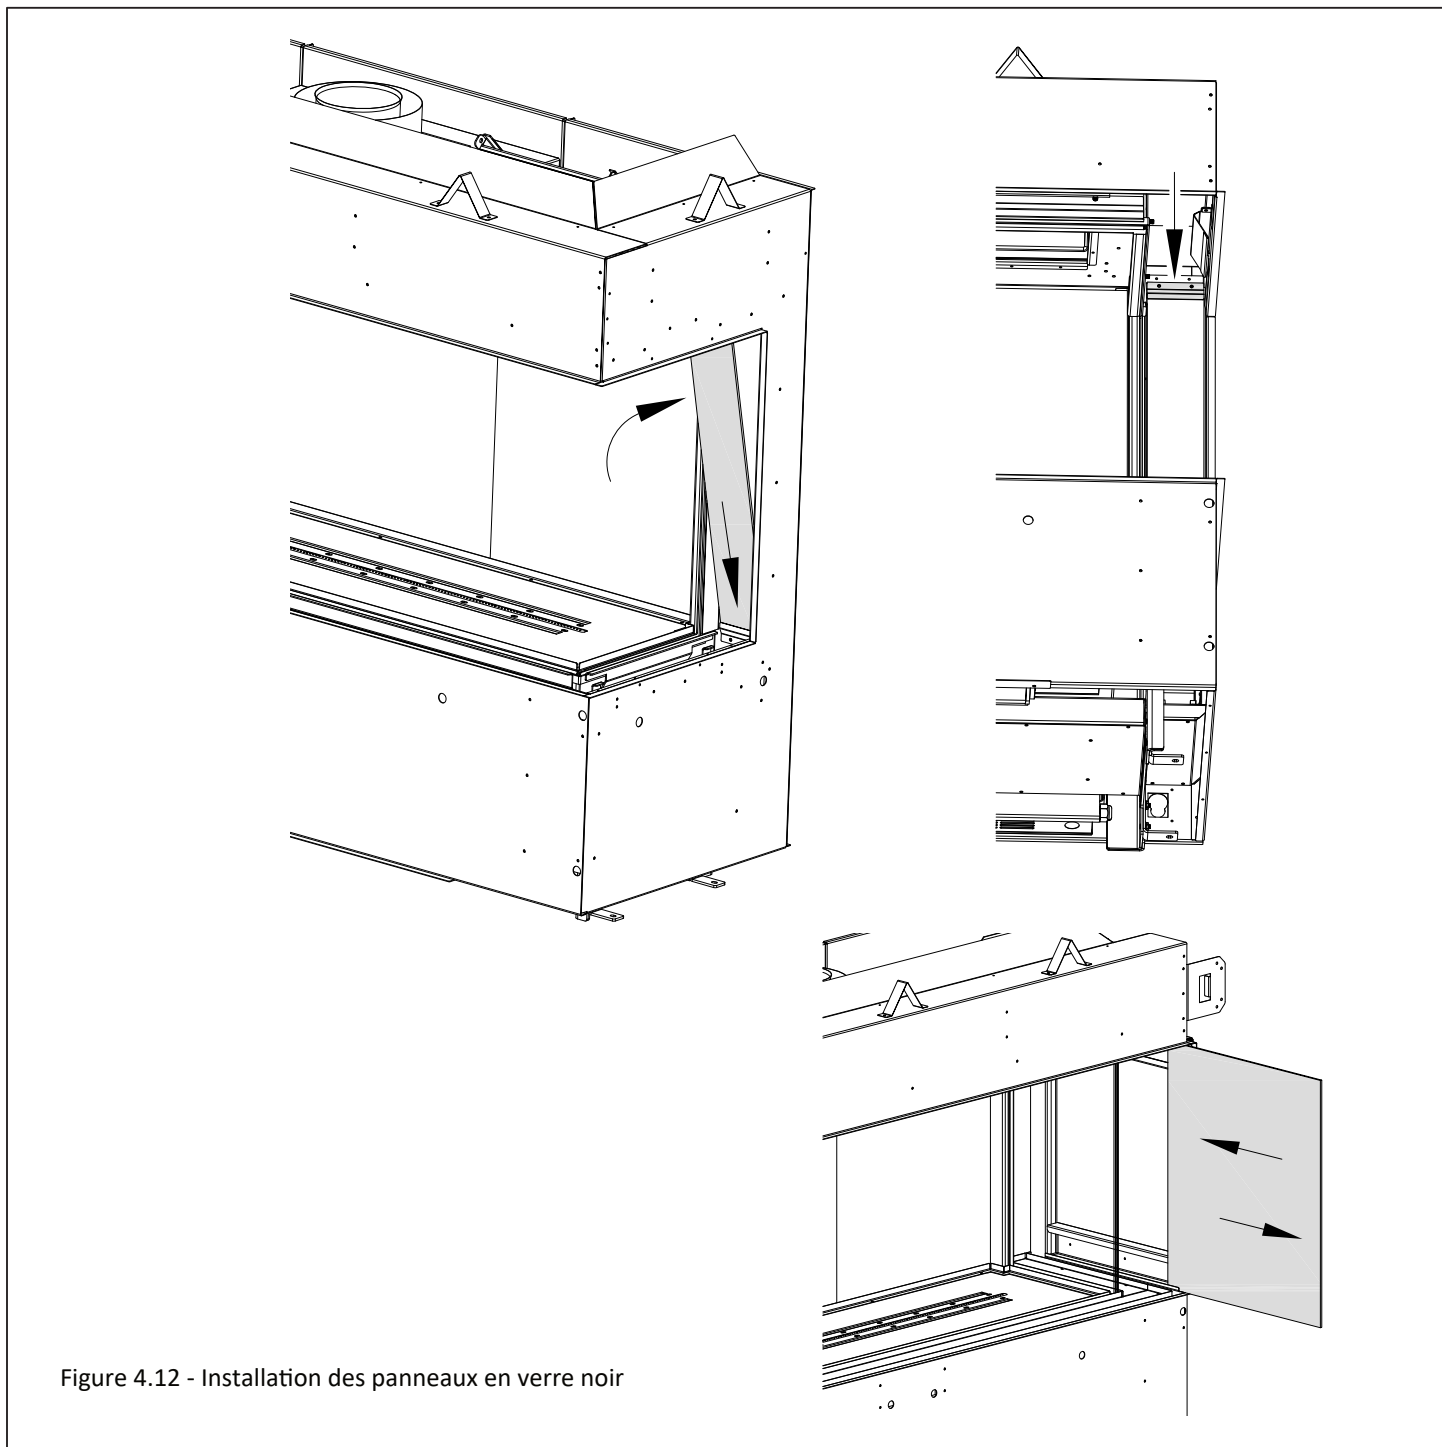

Figure 4.12 - Installation des panneaux en verre noir
3. Installez les (2) panneaux arrière périphériques (extérieurs) en verre noir, en les inclinant de côté, jusqu'à ce qu'ils soient placés à l'arrière du foyer, tel que montré à la Figure 4.12 (à gauche). Insérez le bord inférieur de ces panneaux dans le clip inférieur préinstallé pour panneau périphérique, puis pivotez-le en place. Utilisez le clip pour panneau périphérique fourni et fixez-le au haut du panneau en verre avec (2) vis à métal, tel que montré à la Figure 4.12 (au haut à droite).
4. Installation en coin seulement: Installez un panneau latéral en verre noir en le glissant en place, tel que montré au bas de la Figure 4.12.